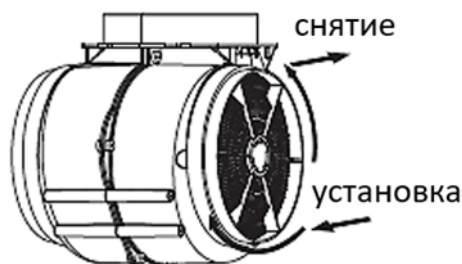

Рис. 11
- Для установки совместите пазы штифта корпуса мотора и угольного фильтра, и, прижимая фильтр к боковой части корпуса, поверните его по часовой стрелке до фиксации (рис. 11). Убедитесь, что фильтр надёжно закреплён, чтобы избежать опасности при его выпадении.